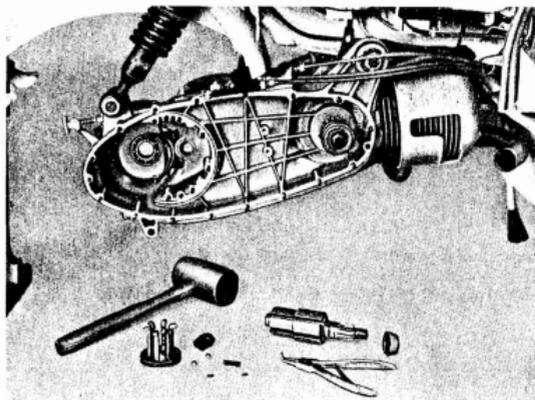

Fig. 13
- 18 Extraer la corredera del secundario, teniendo cuidado de no perder las dos bolas y el muelle. Véase fig. 13.